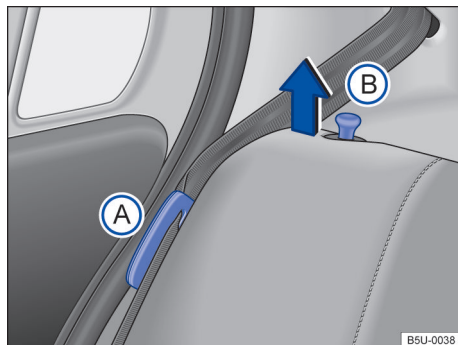
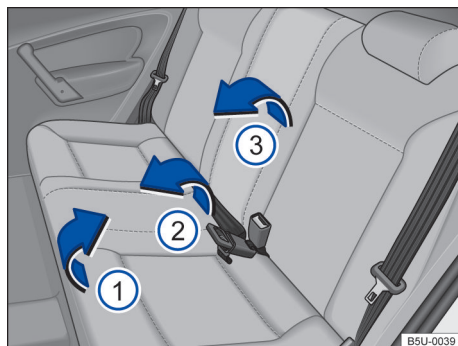

Fig. 56 Banco traseiro: posicionador do cinto de segurança (A) e pino de destravamento do encosto (B).
Fig. 57 Banco traseiro: rebater o banco traseiro.
- Encaixar os cadarços dos cintos nos respectivos alojamentos no revestimento lateral → Fig. 56 (A).
- Puxar o assento pela parte da frente → Fig. 57 (1) no sentido da seta, para cima.
- Levantar a parte traseira do assento → Fig. 57 (2) e deslocar totalmente para a frente, de maneira que o assento fique o mais próximo possível do assoalho e do encosto do banco dianteiro.
- Puxar os pinos de destravamento → Fig. 56 (B) e, ao mesmo tempo, rebater parcialmente o encosto do banco → Fig. 57 (3) e remover os apoios para cabeça → Página 68. Abaixar totalmente o encosto do banco traseiro.
- Encaixar os cadarços dos cintos de segurança nos respectivos posicionadores → Fig. 56 (A).
- Levantar os pinos → Fig. 56 (B) e, ao mesmo tempo, rebater parcialmente o encosto do banco traseiro → Fig. 57 (3).